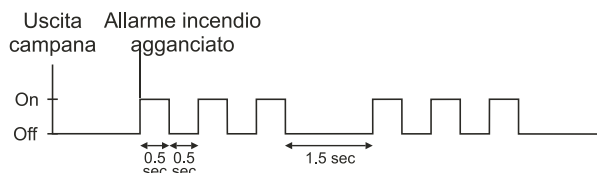

Figura 4-4: Uscita sirena durante allarme incendio
- generare un allarme incendio, che è sempre sonoro, indipendentemente dalle altre impostazioni. Gli allarmi incendio genereranno un segnale di uscita sirena come illustrato in Figura 4-4.
- Un *Allarme sonoro intermittente* trasmette il codice di rapporto appropriato e genera un allarme attivando un'uscita pulsante (vedere Figura 4-4 a pagina 19) per qualsiasi sirena connessa alla centrale di allarme.